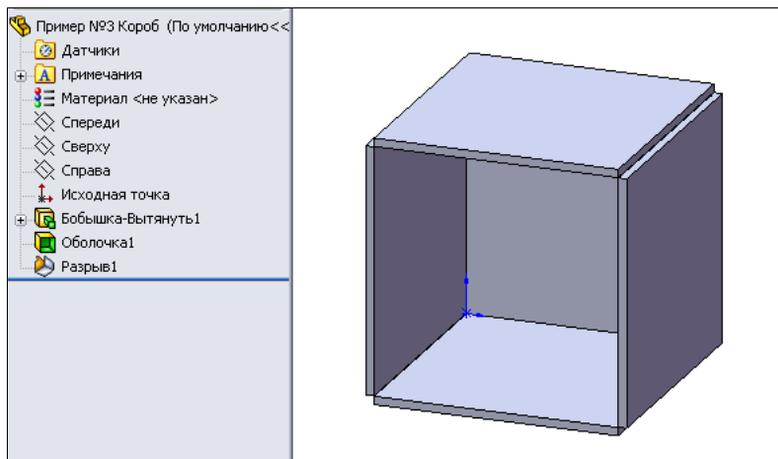

Рис. 4.49
5. Указав кромки, нажмем кнопку **ОК** , закончив создание разрывов на тонкостенной детали. В результате на детали появятся разрывы, а в Дереве Конструирования новая строка — **Разрыв1** (рис. 4.49).